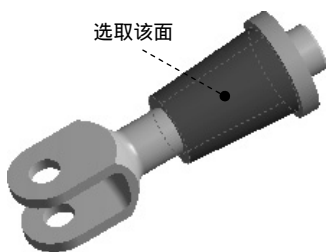

图 7.10.3 选取接触面
(1) 选择命令。在“ Outline ”窗口中选择  Connections 节点下的  Contacts 并右击, 在弹出的快捷菜单中选择  Insert   Manual Contact Region 命令, 弹出定义接触参数对话框。
(2) 选取接触面和目标面。在图形区选取图 7.10.3 所示的模型表面为接触面对象, 然后选